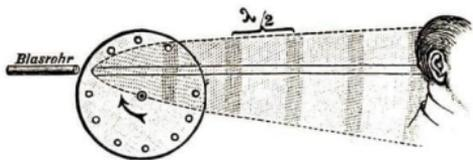

Abb. 198. Die Sirene
1. Ein Ton erscheint um so höher, je mehr Stöße die Luft in einer Sekunde erfährt. Dieses zeigt man genauer mit der Lochsirene (Abb. 198).
2. Die Lochsirene ist eine kreisförmige Scheibe, die im Kreise herum eine Anzahl gleichmäßig verteilter Löcher aufweist (Abb. 198).